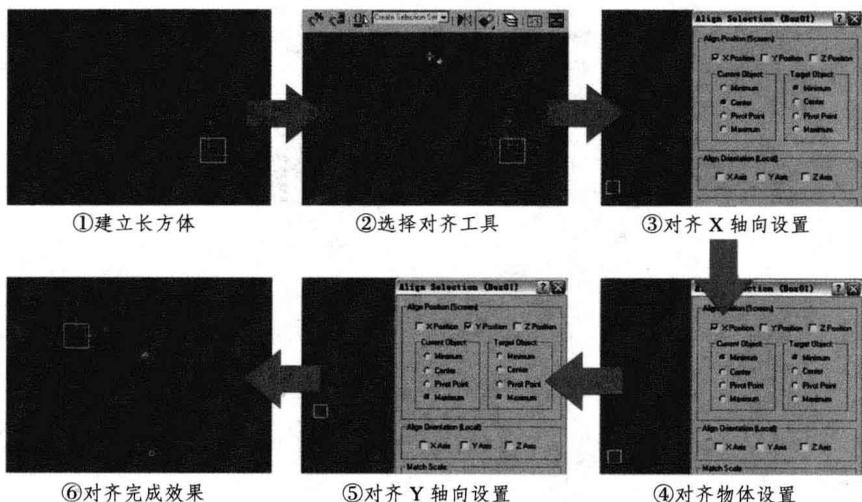

图3-1 边缘对齐总流程（步骤）图
四、制作流程及技巧分析 制作本例时，建立一大一小两个长方体，先选择小长方体并使用对齐工具拾取大长方体，对齐到左上角位置的方式需要先执行一次 X 轴，然后再次应用对齐工具执行一次 Y 轴即可。本例分为 6 个制作总流程（步骤）：①建立长方体、②选择对齐工具、③对齐 X 轴向设置、④对齐物体设置、⑤对齐 Y 轴向设置、⑥对齐完成效果，见图 3-1。